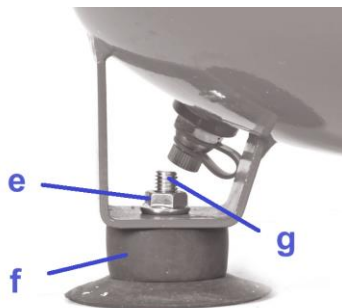

Fig. 3
- Montare il piede di appoggio come indicato in Fig. 3.